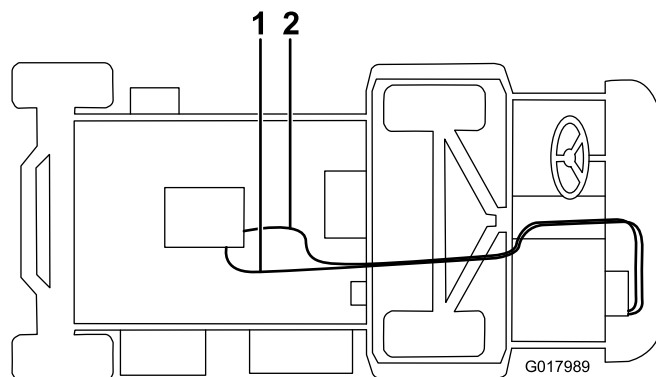

図 12
ティングまで引き込む 図 12。ホースの長さが余っている場合は切断する。
6. ホースクランプを使って、短いホースを補給口へ接続し、このホースをヒーターブラケットのR-クランプに通し、下ラジエターホースの字フィッティングにクランプで固定する 図 12。ホースの長さが余っている場合は切断する。